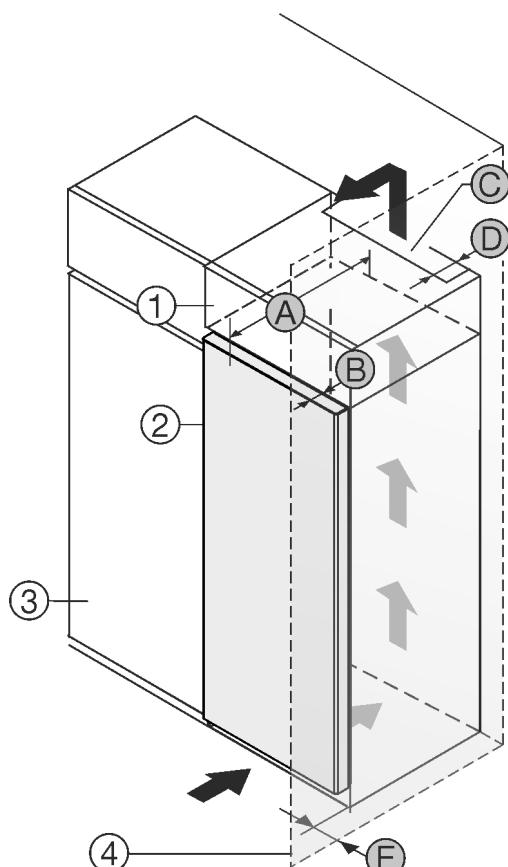

Fig. 1
Uredaj se može postaviti direktno uz kuhinjski element Fig. 1 (3).\*
Postavite uredaj na udaljenosti od 5 cm između uredaja i kuhinjskog elementa Fig. 1 (3).\*
Na stražnjoj strani visećeg ormara treba postojati otvor za odzračivanje dubine Fig. 1 (D) po cijeloj širini visećeg ormara.\*
Ispod stropa prostorije treba poštovati ventilacijski presjek Fig. 1 (C).\*
Kada se uredaj postavlja s okovima pored zida Fig. 1 (4), razmak između uredaja i zida mora iznositi najmanje 40 mm. To odgovara stajanju ručice kod otvorenih vrata.\*